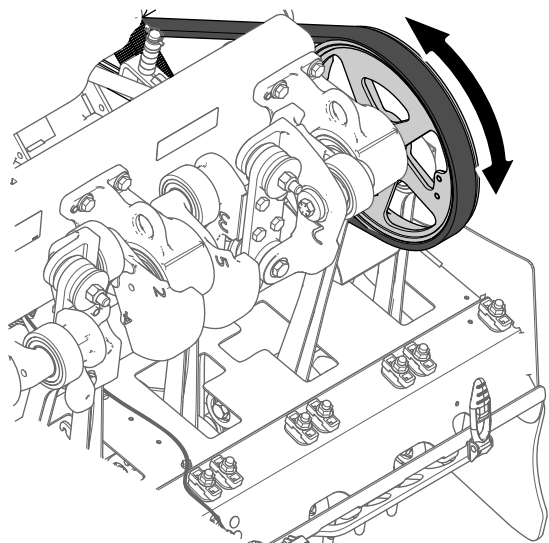
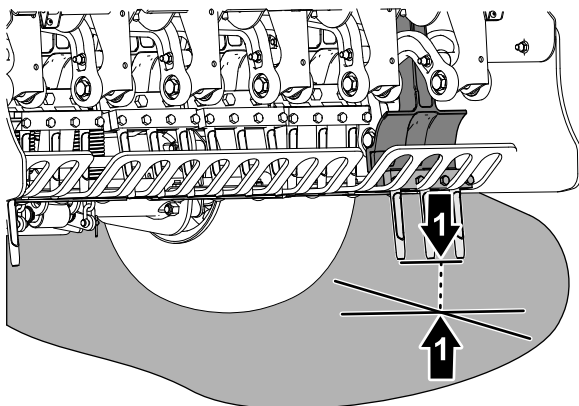

Bild 63
Bild 64
4. Drehen Sie die Riemenscheibe des Aerifizierkopfs (Bild 63), bis die äußersten Tines am nächsten zum Boden ausgerichtet sind (Bild 64).